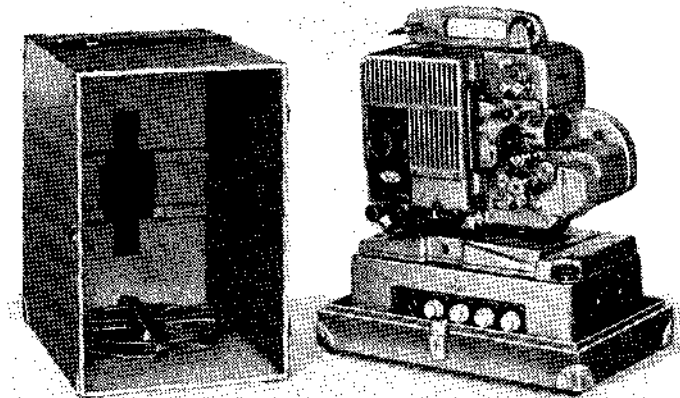

Bild 24 Projektor mit Lichttongerät und Verstärker auf Tragkofferboden, Kofferdeckel nebenstehend
2. Spulenträger in Ruhestellung bringen: Hinteren Spulenträger durch seitlichen Druck ausrasten und senkrecht nach unten in das Gehäuse legen. Vorderen Spulenträger durch seitlichen Druck ausrasten und nach hinten bis zum Einrasten umlegen. In dieser Stellung dient der Spulenträger als Traggriff für den Projektor mit dem untergesetzten Verstärker, der nicht gelöst wird (Bild 24).
5. Projektor mit Verstärker auf Schutzkofferboden stellen (Bild 24), Deckelhaube darüberstülpen und Koffer schließen.